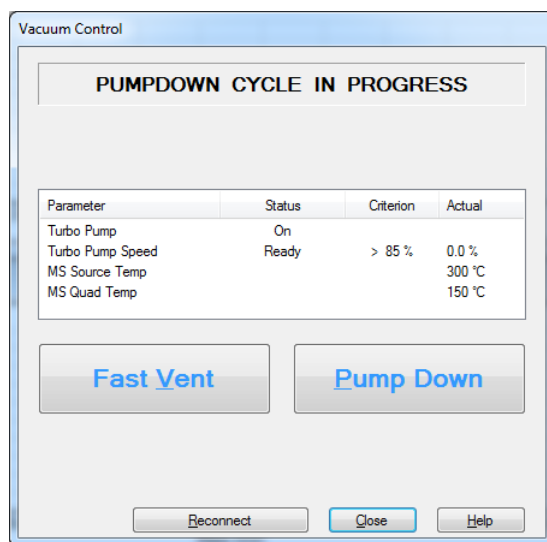

Figure 39. Boîte de dialogue Vacuum Control (Contrôle du vide)
- 10 Dans la vue **Instrument Control** (Pilotage de l'instrument), à partir du menu Instrument, sélectionner **MS Vacuum Control** (Contrôle du vide du spectromètre de masse) pour afficher la boîte de dialogue **Vacuum Control** (Contrôle du vide). (Voir **Figure 39**.)